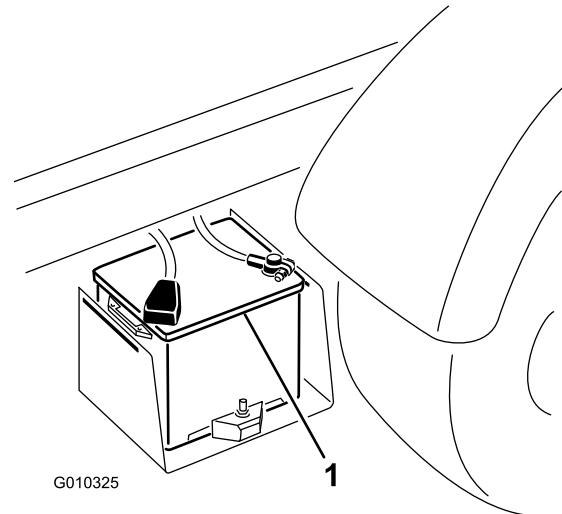

Figura 50
2. Collegare un cavetto portatile tra i poli positivi delle due batterie (Figura 50). Il polo positivo è identificato dal simbolo + sul coperchio della batteria.